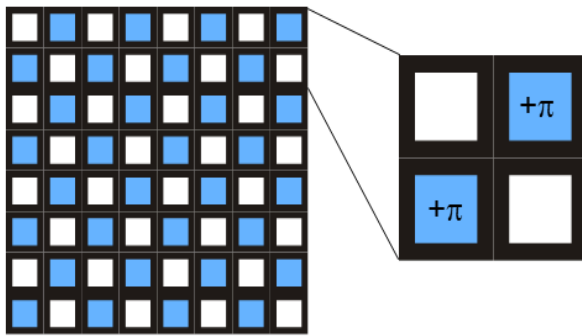
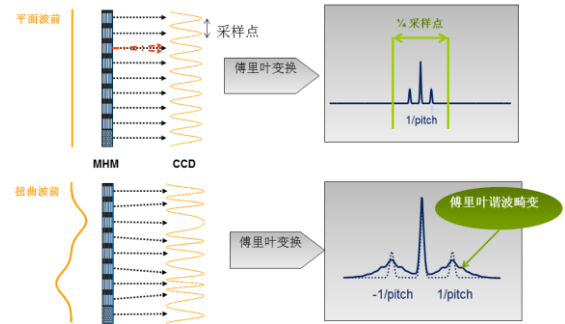
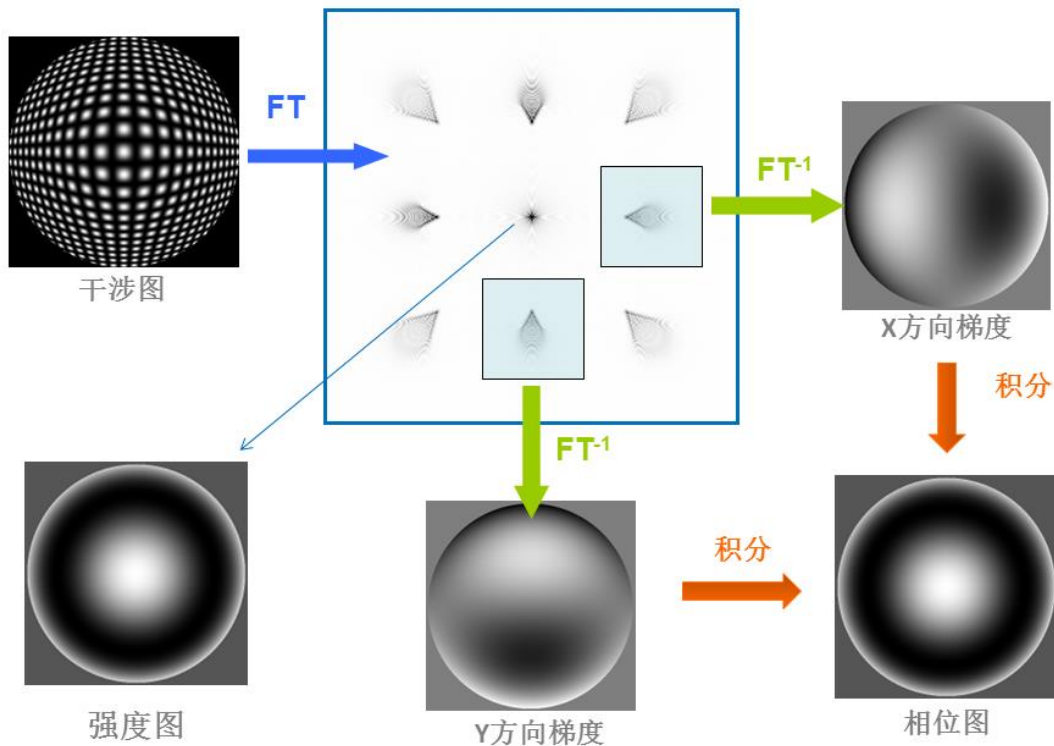

图 1.特定制光栅
图 2.几何光学描述波前畸变
图 3. 波前相位重构示意图
**Phasics 四波横向剪切干涉（上海屹持光电代理）：**当待测波前经过波前分析仪时，光波通过特制光栅（图 1）后得到一个与其自身有一定横向位移的复制光束，此复制光波与待测光波发生干涉，形成横向剪切干涉，两者重合部位出现干涉条纹（图 2）。被测波前可能为平面波或者汇聚波，对于平面横向剪切干涉，为被测波前在其自身平面内发生微小位移产生一个复制光波；而对于汇聚波横向剪切干涉，复制光波由汇聚波绕其曲率中心转动产生。干涉条纹中包含有原始波前的差分信息，通过特定的分析和定量计算梳理（反傅里叶变换）可以再现原始波前（图 3）。